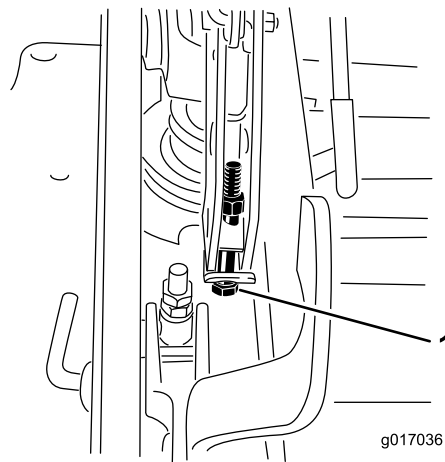

Figure 92
12. Si le tablier est trop bas, serrez le boulon de réglage monpoint dans le sens horaire. Si le tablier est trop haut, desserrez le boulon de réglage monpoint dans le sens antihoraire (Figure 92).